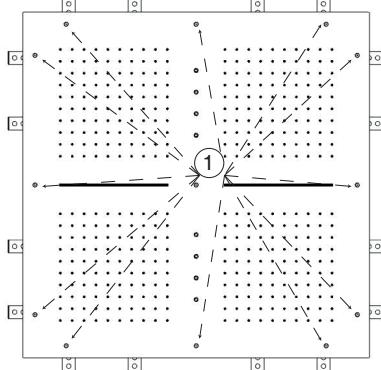
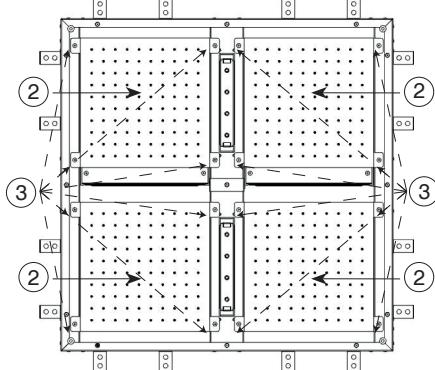

FIG.1
FIG.2
IT Dopo avere preparato la sede per il telaio del vostro nuovo soffione dovrete smontare alcune delle parti che lo compongono. Queste operazioni andranno effettuate solo per l'installazione e per eventuali ispezioni. Svitare le 12 viti (1) utilizzando la chiave a brugola in dotazione. Posizionare la piastra estetica lontano dall'area di lavoro per evitare di danneggiarla (Fig.1).
Sempre con la chiave a brugola in dotazione provvedete a smontare i quattro elementi pioggia (2) svitando le 16 viti (3) (Fig.2).
EN After preparing the seat for the frame of your new shower head, you will need to remove some parts of the showerhead. These operations will only be performed for installation and for any inspections. Unscrew the 12 screw (1) using the supplied Allen key. Place the aesthetic plate away from the work area to avoid damaging it (Fig.1).
With the supplied Allen key, unscrew the 16 screw (3) to remove the elements for the rain function (2) (Fig.2).
FR Après avoir préparé le siège pour le châssis de votre nouveau pommeau vous devrez démonter certaines des parties qui le composent. Ces opérations ne seront à effectuer que pour l'installation et d'éventuelles inspections. Dévisser les 12 vis (1) utilisant la clé hexagonale fournie. Positionner la plaque esthétique loin de la zone de travail pour éviter de l'abîmer (Fig.1).
Toujours avec la clé hexagonale fournie démonter les quatre éléments pluie (2) dévissant les 16 vis (3) (Fig.2).
DE Nachdem der Sitz für den Rahmen des neuen Duschkopfes vorbereitet ist, müssen Sie einige Bestandteile, aus denen dieser besteht, abmontieren. Diese Tätigkeiten werden nur für die Installation und zwecks eventueller Wartungseingriffe. Die 12 Abschrauben (1) unter Verwendung des, im Lieferumfang enthaltenen Inbusschlüssels verschrauben. Die Dekorplatte weTED entfernt vom Arbeitsbereich positionieren, damit TED diese nicht beschädigt wird. (Abb.1).
Immer unter Verwendung des, im Lieferumfang enthaltenen Inbusschlüssels die vier Berieselungselemente (2) abmontieren, indem man die 16 Schrauben (3) herausdreh (Abb.2).
ES Tras haber preparado el asiento para el bastidor de Su nuevo rociador hay que desmontar algunas de las partes que lo componen. Estas operaciones tienen que ser efectuadas sólo en caso de instalación y de eventuales inspecciones. Destornillen los 12 tornillos (1) con el auxilio de la llave Allen incluida en el suministro. Posicione la placa embellecedora lejos del área de trabajo para no dañarla (Fig.1). Siempre con la llave Allen incluida en el suministro, desmonten los cuatro elementos lluvia (2) destornillando los 16 tornillos (3) (Fig.2).
RU После подготовки места для рамы вашей новой душевой лейки необходимо будет разобрать некоторые составляющие ее компоненты. Эти операции должны выполняться только во время установки и во время проверок. Отвинтите 12 винтов (1) с помощью шестигранного ключа из комплекта поставки. Расположите декоративную пластины подальше от рабочей зоны, чтобы не повредить ее (рис. 1). С помощью шестигранного ключа из комплекта поставки разберите четыре душевых элемента (2), отвинтив 16 винтов (3) (рис. 2).
SV Efter att ha förberett sätet för ramen till ditt nya duschhuvud ska du montera ned vissa av dess beståndsdelar. Dessa ingrepp ska endast utföras för installation och för eventuella inspekioner. Skruva loss de 12 skruvarna (1) med hjälp av den medföljande insexnyckeln. Placera dekorationsplattan på avstånd från arbetsområdet för att undvika att skada den (Fig. 1). Montera ned, fortfarande med den medföljande insexnyckeln, de fyra regnelementen (2) genom att skruva loss de 16 skruvarna (3) (Fig. 2).
ZH 准备好新花洒的框架底座后，需要拆卸部分部件。该操作仅适用于安装及部分检查工作。使用配送的内六角扳手，拧松12颗螺钉（1）。将弹性片远离工作区，避免损坏（图1）。
仍使用配送的内六角扳手，拧松16颗螺钉（3），拆下4个水滴型配件（2）（图2）。